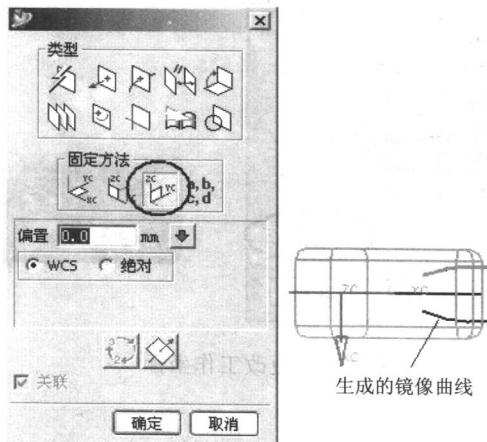

图 1-14 镜像圆弧
(3) 利用菜单“编辑”→“变换”→“用平面做镜像”→选用 ZC-YC 平面为镜像平面→“复制”生成镜像圆弧，如图 1-14 所示。